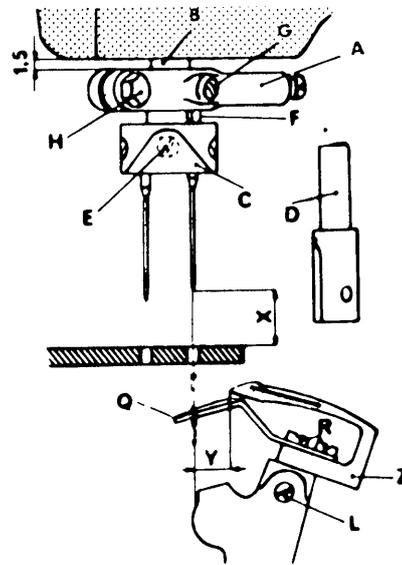
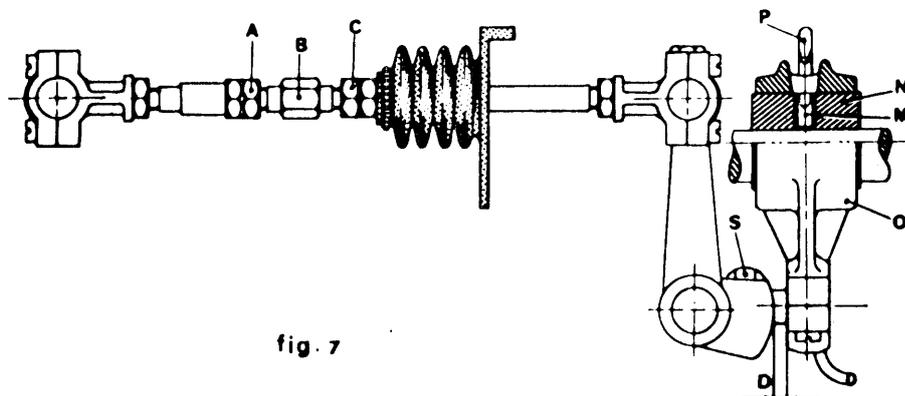

fig. 3
fig. 7
- S. 1651.00 per esecuzione quote come da fig. 3.
- S. 1652.00 per esecuzione quote come da fig. 7.
3. Posizionamento dell'ago (fig. 3).
- Inserire fino in fondo il crochet Z nell'apposita sede e bloccarlo sul piano del gambo con la vite L (fig. 3). Per B.65.1 e le derivate B.65.2 - B.65.15 - B.65.25 - B.65.3 e B.65.4, inserire la rondella a disegno 621-956 nel gambo del crochet.
- Eseguire la misura D col calibro S. 01652.00 per biella comando crochet (fig. 7) agendo sul dado S.
- Ricercare la misura Y (tabella fasature) dalla punta del crochet all'ago di destra (fig. 3).
- Allentare i controdadi A e C (fig. 7) e ruotare il perno B in un senso o nell'altro fino ad ottenere la misura Y (fig.3 - calibro S. 1651.00).
- Bloccare leggermente i due controdadi A e C (fig. 7).
- Se la corsa del crochet è ritardata o anticipata, bisogna allentare i due grani interni M dell'eccentrico N della biella O (fig. 7) e, tenendo fermo l'eccentrico M, ruotare il volantino della macchina in modo da ottenere la condizione voluta.
Nota: se questa condizione non si verificasse, si allungare o accorciare la corsa del crochet agendo sulla vite S (fig. 7) variando così la quota D. In questo caso si devono poi rivedere tutte le condizioni di fasatura eccetto quelle descritte nel primo capitolo.
- Bloccare i controdadi A e C (fig. 7).
Nota: quando si sposta la biella per eseguire la misura D (fig. 7), tenere presente che l'eccentrico N sia sempre centrato rispetto alla testa di biella O. In caso di eccessivi spostamenti, modificare la posizione del tubetto di lubrificazione P spostandolo adeguatamente in modo che la mezzeria coincida con il centro del foro esistente sulla testa di biella O.
5. Montaggio spingi ago su crochet inferiore (fig. 3)